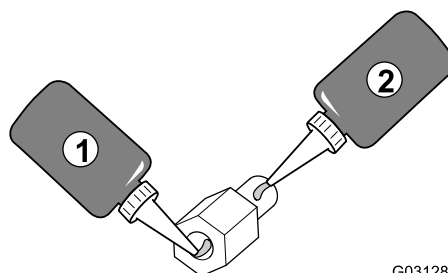

Рисунок 150
2. Нанесите слой стопорящего состава для резьбы (с умеренно высокой степенью фиксации) на резьбу гайки переходника (Рисунок 150).
4. Нанесите слой стопорящего состава (с умеренно высокой степенью фиксации) на резьбу стержневой части переходника (Рисунок 150).